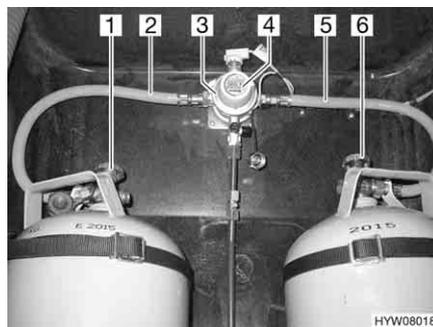
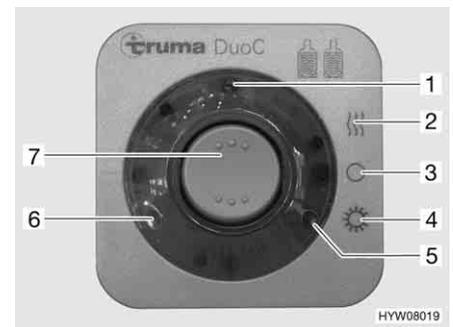

Fig. 101 Impianto di commutazione DuoControl
Fig. 102 Centralina di controllo
L'impianto di commutazione DuoControl è costituito da una valvola di commutazione (Fig. 101,3) e da una centralina di controllo (Fig. 102). La valvola di commutazione è installata tra i tubi del gas (Fig. 101,2 e 5). Con la manopola (Fig. 101,4) sulla valvola di commutazione è possibile stabilire, quale delle bombole del gas viene utilizzata come bombola in uso e quale bombola del gas viene utilizzata come bombola di riserva.
Sulla centralina di controllo (Fig. 102) possono venire azionate solo le funzioni elettriche. Le valvole principali di arresto delle bombole del gas (Fig. 101,1 e 6) devono essere aperti manualmente.
La valvola di commutazione garantisce una pressione del gas costante, indipendentemente da quale bombola provenga l'alimentazione del gas. Le due spie di controllo sulla centralina di controllo indicano il livello di riempimento della bombola in uso. Se è accesa la spia di controllo verde (Fig. 102,6), la bombola in uso è piena. Se è accesa la spia di controllo rossa (Fig. 102,5), la bombola in uso è vuota. Il rifornimento di gas avviene poi tramite la bombola di riserva.
- Aprire le valvole principali di arresto delle bombole del gas (Fig. 101,1 e 6).
- Con la manopola (Fig. 101,4) sulla valvola di commutazione (Fig. 101,3) selezionare la bombola del gas, da cui proviene la principale alimentazione del gas (bombola in uso).
- Sulla centralina di controllo (Fig. 102) attivare l'impianto di commutazione DuoControl.
Posizionare l'interruttore a bilico (Fig. 102,7) su funzionamento invernale "On e riscaldamento" (Fig. 102,2) oppure su funzionamento estivo "On" (Fig. 102,4). La valvola di commutazione è ora disareata. La spia di controllo gialla (Fig. 102,1) è accesa, se si seleziona la modalità di funzionamento invernale e l'impianto antighiaccio con regolatore è attivato.
- Portare l'interruttore a bilico (Fig. 102,7) in posizione "O" (Fig. 102,3). La spia gialla di controllo (Fig. 102,1) si spegne.
- Chiudere le valvole principali di arresto delle bombole del gas (Fig. 101,1 e 6).
Le spie di controllo sulla centralina di controllo (Fig. 102,5 e 6) segnalano all'interno del veicolo, se la bombola in uso è pronta al funzionamento.
Se la spia di controllo verde (Fig. 102,6) si spegne durante il funzionamento e la spia di controllo rossa (Fig. 102,5) si accende, significa che la bombola del gas selezionata come bombola in uso è vuota e deve essere sostituita. La bombola di riserva continua ad alimentare le utenze a gas.